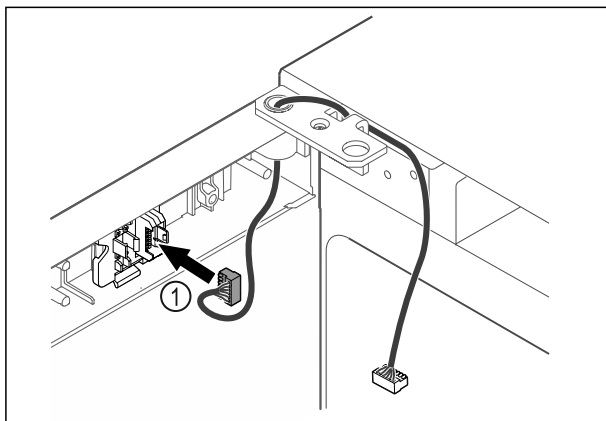

Fig. 44
- Futni spinën Fig. 44 (1) në mbajtësen e spinës.